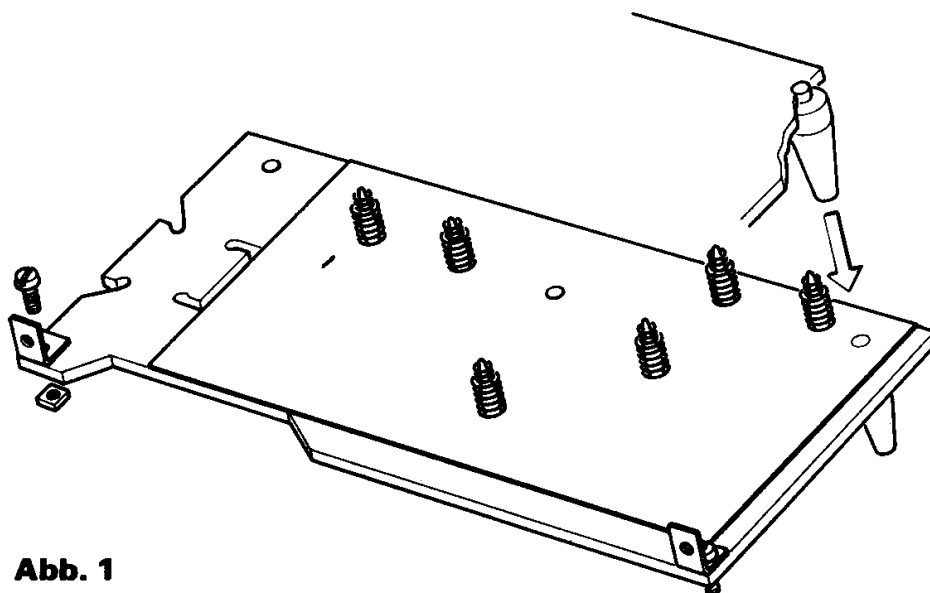

Abb. 1
Lege die Bestückungskarte auf das Versuchsbrett (49) (Abb. 1), so dass die Symbole für die Teile, die auf die Vorderplatte montiert werden, zur Vorderplatte zeigen. Drücke die Haarnadelfedern (20) von unten durch die Löcher, die in der Bestückungskarte ausgestanzt sind. (Abb. 2) Spare aber die Durchführungslöcher aus, sie sind mit einem grossen Kreis gekennzeichnet. Lege dann das Versuchsbrett flach auf den Tisch und stecke von oben eine Klemmfeder (21) auf die Haarnadelfeder.